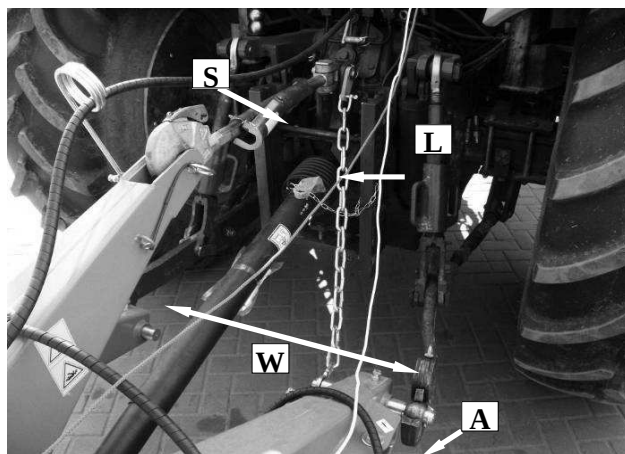

Рис. 8. Навешивание косилки на трактор
Косилку следует соединять с трактором при помощи трёхточечной подвески, как указано на **Рис. 8**. После того, как зафиксировать косилку, следует на ровном грунте отрегулировать настройки при помощи верхней тяги **S**, а также подвесок **W** нижних тяг трактора (**Рис. 8**). Рабочий брус должен быть наклонен по направлению езды – см. Рисунок на стр. 1. Подвески **W** нижних тяг трактора установить на болтах **A** рамы подвески косилки. Цепь **L** установить на болт крепления верхней тяги для защиты косилки перед опусканием подвесок **W**.
- ❑ высота среза регулируется центральной тягой **S** (**Рис. 8**). При удлинении тяги **S**, увеличивается высота среза, при уменьшении ее длины – уменьшается высота среза,